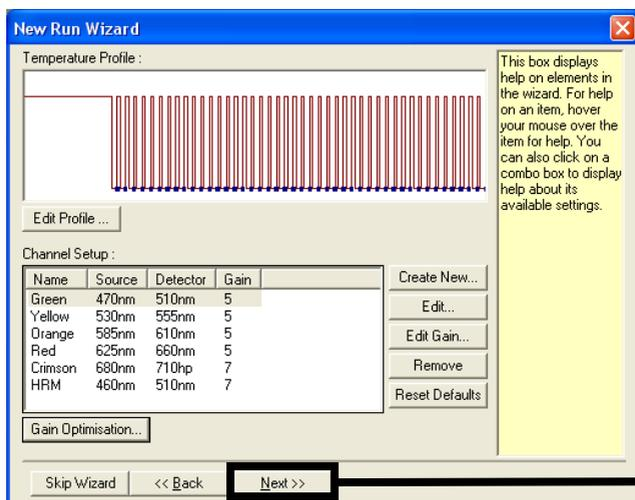

Figura 35. Finestra di dialogo "New Run Wizard" (Creazione guidata nuova seduta) e schermata di modifica delle temperature. 1 = "Next" (Avanti).
4. Lasciare i valori invariati nella finestra successiva. Non sono necessarie modifiche se il profilo di temperature è stato creato rispettando le istruzioni fornite nel protocollo: creazione di un profilo di temperature. Fare clic su Next (Avanti) (Figura 35).